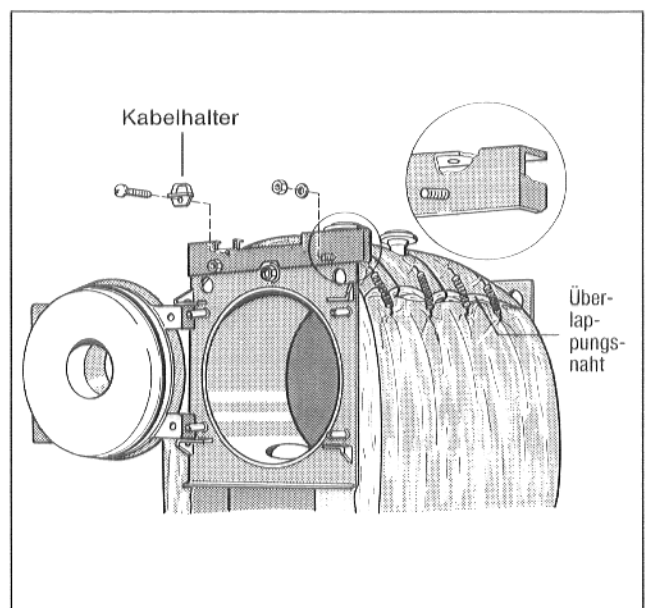

Abb. 7
- Wärmeschutzmatte oben überlappend um den Kesselkörper legen und oben mit 4 Spannfedern befestigen (Abb. 7).
- 1 Kabelhalter in vordere Traverse mit Blechschraube (3,9 x 9,5) anschrauben (Abb. 7).
- Vordere Traverse (1 Kabelhalter) mit den 2 Bohrungen oben in die Gewindestifte einsetzen und mit Scheiben und Muttern verschrauben (Abb. 7).